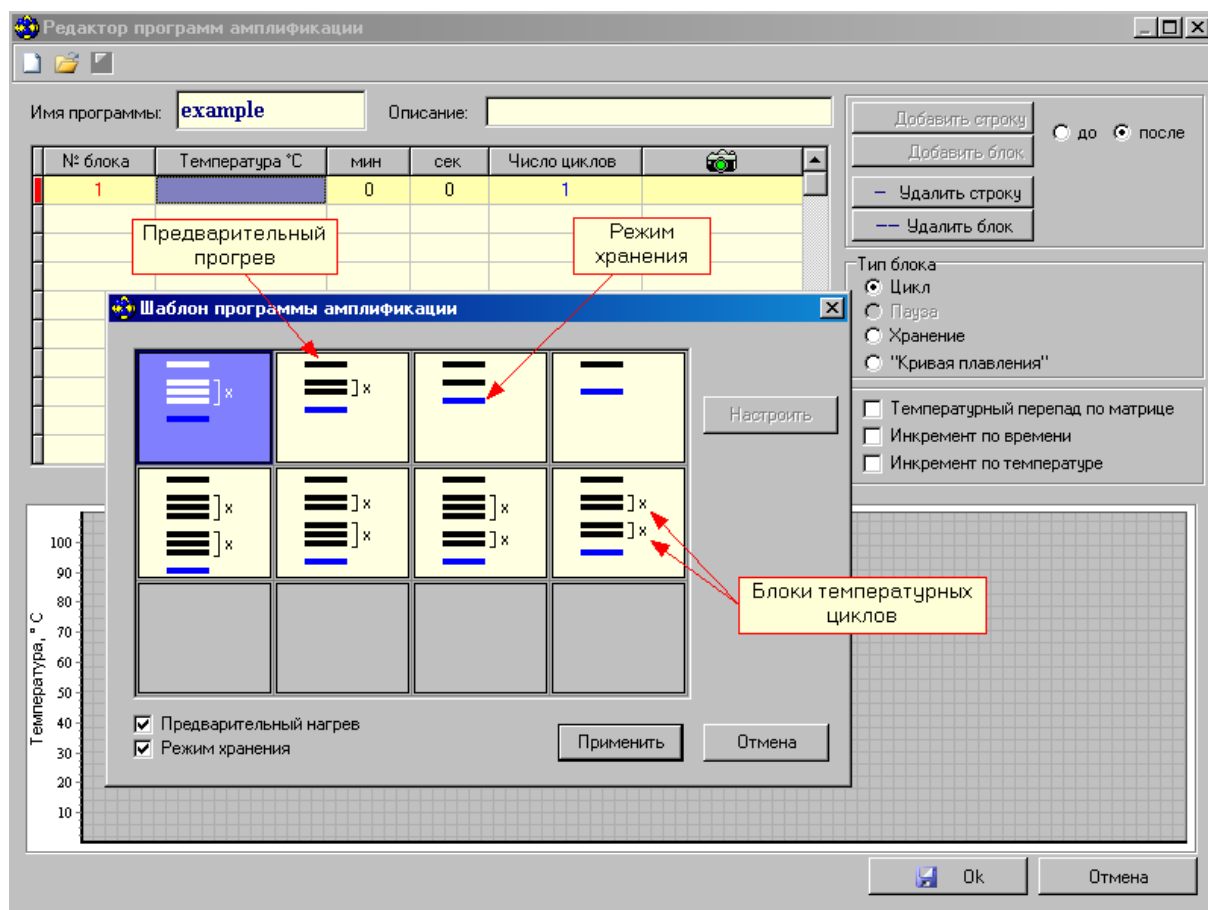

Рис.23. Создание программы амплификации с использованием шаблона.
2. Создать новую программу амплификации (кнопка ) , используя окно Шаблон программы амплификации (Рис.23).